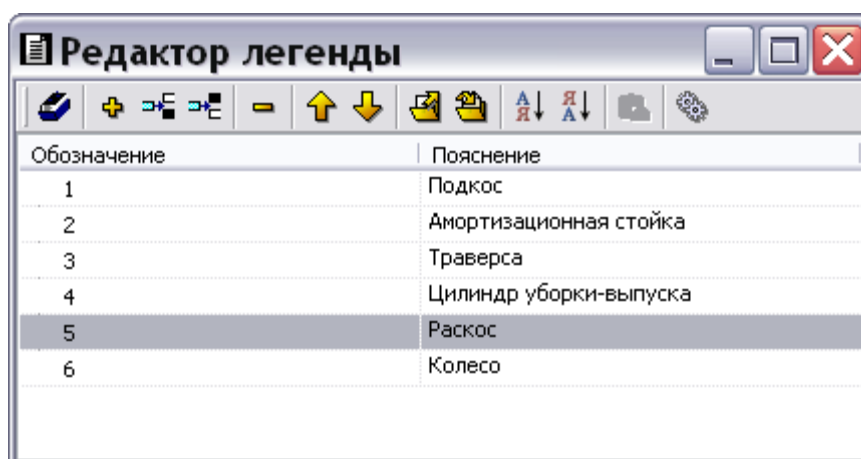

Рис. 5.177
6. Подобным образом введите пояснения к остальным выноскам (Рис. 5.177). Не рекомендуется в поле номера выноски вводить длинные текстовые обозначения или пояснения.